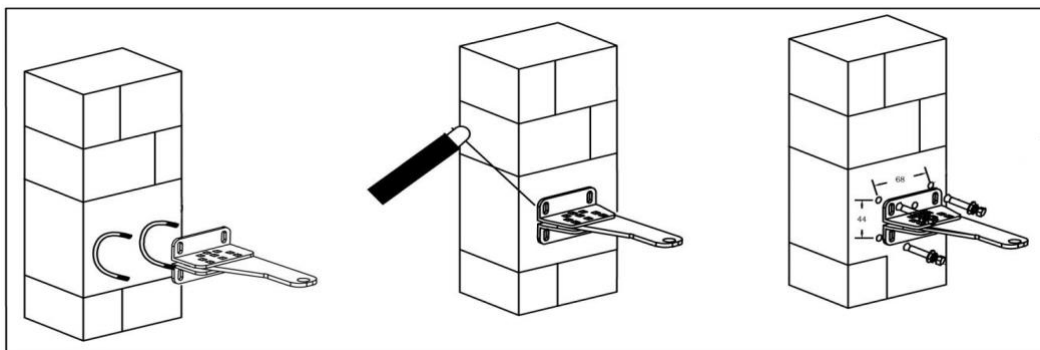

Figura 5
1. Taladro y pernos de construcción, figura 5 a la derecha:
2. Construcción de taladro y soldadura, figura 5 central:
3. Tornillos en U prefabricados, figura 5 a la izquierda: